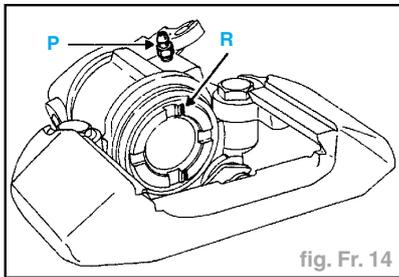

fig. Fr. 14
- le joint torique (13),
- la bague (12) jusqu'à affleurement de la face (A) à l'aide d'un tube de diamètre approprié.
- Orienter le piston de manière que le trait (R) de sa face d'appui, soit orienté côté vis de purge (P) (fig. Fr. 14).